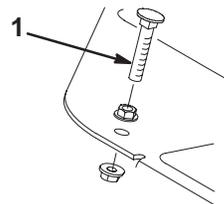

Bild 42
1. Treten Sie auf das Gaspedal. Wenn das Pedal den Anschlag erreicht (Bild 42), bevor das Kabel gespannt ist, müssen Sie die Einstellung ändern:
- A. Lösen Sie die Bundsicherungsmuttern, mit denen der Pedalanschlag an der Bodenplatte befestigt ist (Bild 42).